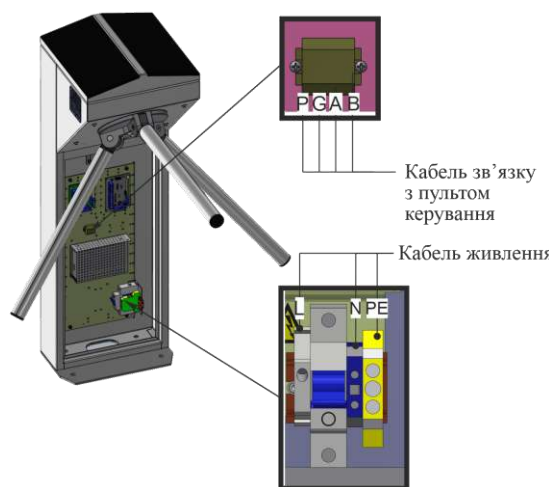

Рис. 19 – Підключення кабелю живлення і кабелю зв'язку з пультом керування
13) Підключення турнікету (Рис.19):